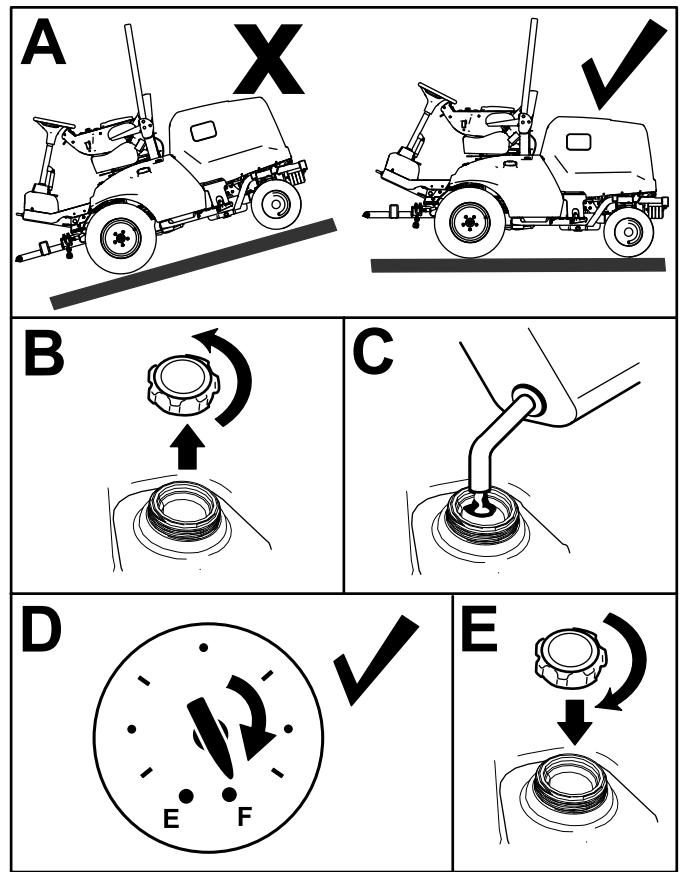

図 28
- 平らな場所に駐車し、駐車ブレーキを掛け、エンジンを停止し、キーを抜き取る図28。